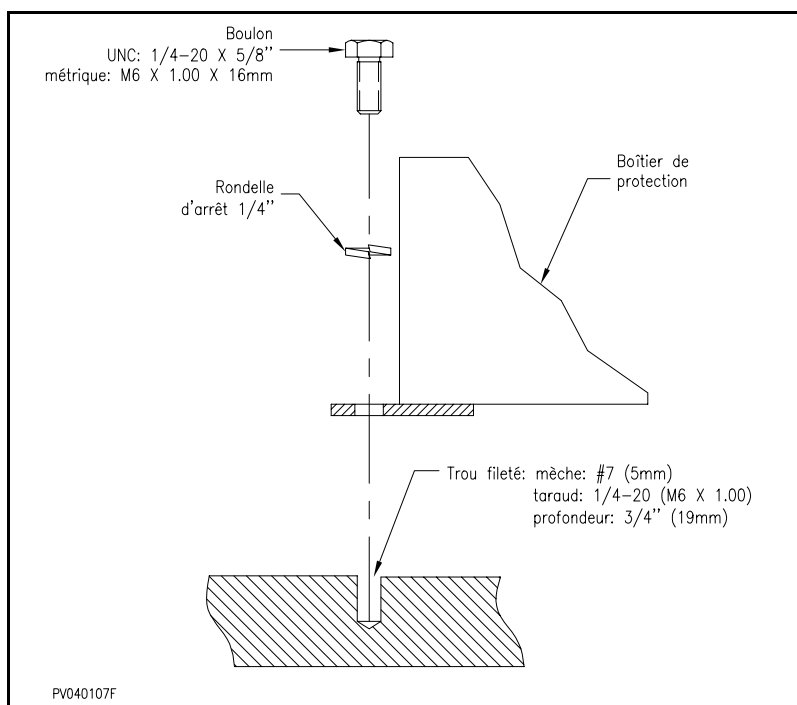

Figure 33 : Installation du boîtier sur une structure métallique
2. Percer et fileter dans la structure selon la Figure 33 : "Installation du boîtier sur une structure métallique".